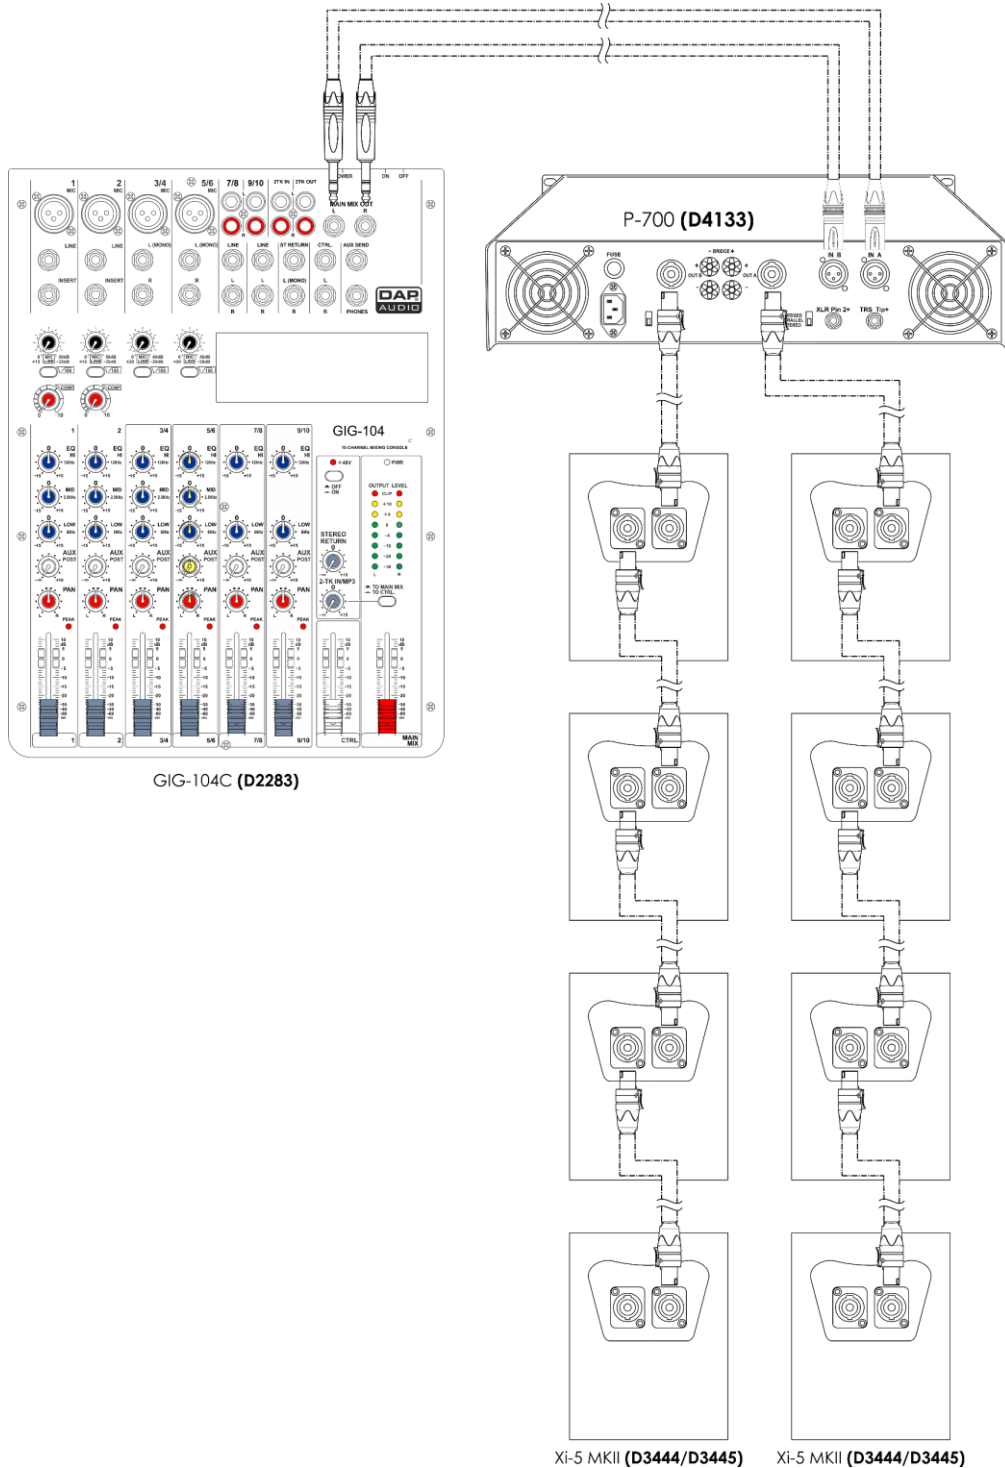

Fig. 02
- 04) Consulte las Fig. 02, 03, 04 o 05 (páginas 8-11) para obtener más información en función del modelo de altavoz Xi MKII que haya adquirido.